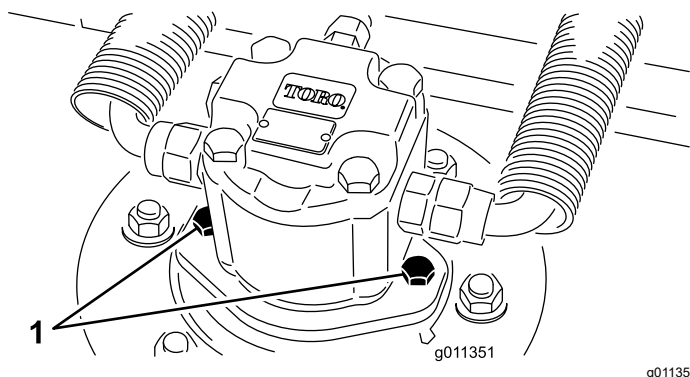

図 67
2. デッキから油圧モータを外す 図 67。異物がつかないように、スピンドル上部にはカバーを掛けておく。
4. デッキに油圧モータを取り付ける 図 67。Oリングを忘れずに、また、損傷させないように注意して取り付ける。